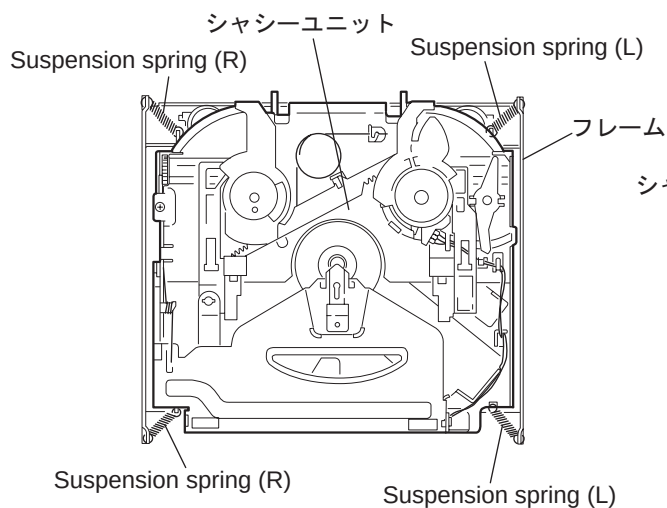

図7
■シャーシーユニットの外し方（図7, 8参照）
1. シャーシーユニットとフレームとを取り付けている SUSPENSION SPRING (L) (R) の4カ所を外します。